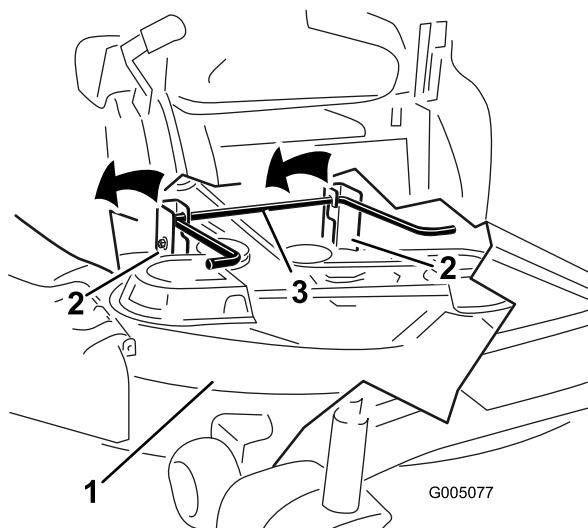

Bild 71
7. Heben Sie das Mähwerk und die Hängeprofile über die hintere Hubstange und senken Sie das Mähwerk vorsichtig auf den Boden ab (Bild 71).
- Heben Sie das Heck des Mähwerks an und führen Sie die Hängeprofile über die hintere Hubstange (Bild 71).